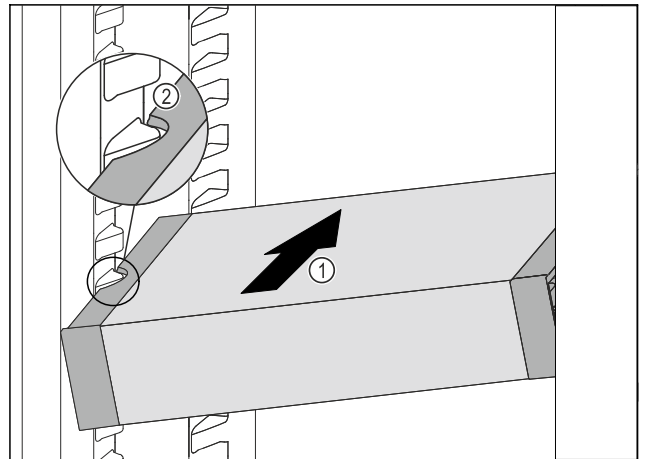

Fig. 131
- VarioSafe schräg in das Kühlteil einschieben Fig. 131 (1), bis sich die seitlichen Aussparungen Fig. 131 (2) des VarioSafes auf Höhe der Behälterrippe im Kühlteil befinden.